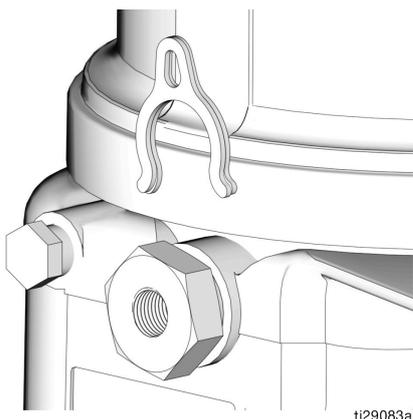

図 18
2. レンチを使用してポンプ・エレメント反時計回りに回転させて緩めます。ポンプ・エレメントの全体を取り外さないでください。スペーサーを滑りこませて装着、取り外す為に十分な分量のみポンプエレメントを下げてください(図 18)。
ポンプ吐出量の制御は、スペーサーなし (1)、スペーサー 1 もしくは 2 により設定されます(図 18)。